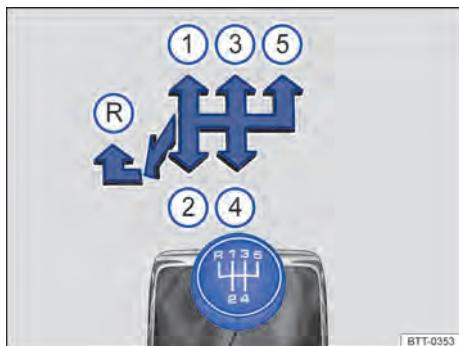
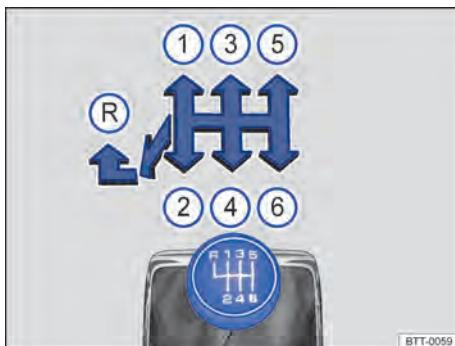

Fig. 110 Esquema de troca da transmissão manual de 5 marchas.
Fig. 111 Esquema de troca da transmissão manual de 6 marchas.
As posições de cada marcha estão representadas na alavanca da transmissão ⇒ Fig. 110 ou ⇒ Fig. 111.
- Empurrar a alavanca da transmissão totalmente para a esquerda e depois para frente até a posição de marcha a ré ⇒ Fig. 110  ou ⇒ Fig. 111 .